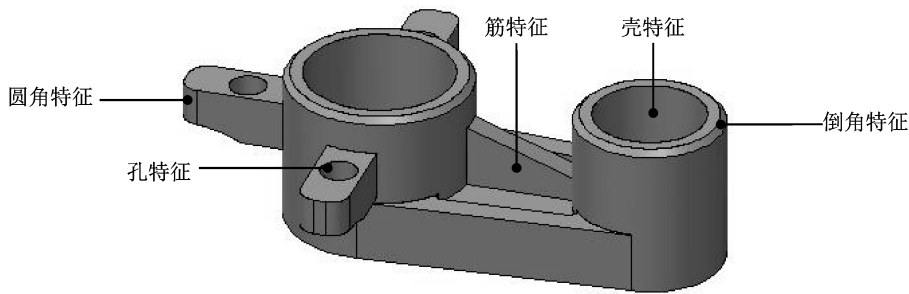

图 3-3 常见工程特征
- **工程特征**：也可以称为附加子特征，用于针对基础特征的局部进行细化操作。工程特征是程序提供或自定义的一类模板特征，其几何形状是确定的，构建时只需要提供工程特征的放置位置和尺寸即可。常见的工程特征包括倒角特征、圆角特征、孔特征、壳特征、筋特征等，如图 3-3 所示。